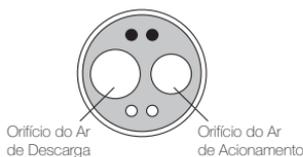

Fig. 7
- 3) Introduza o bico de pulverização no orifício do ar de acionamento do motor. Segure no motor e lubrifique durante aproximadamente dois a três segundos. Aplique lubrificante até sair pelo orifício do ar de descarga, durante pelo menos dois segundos. (Fig.7)